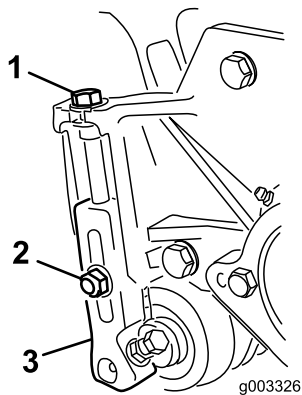

Figura 23
- 1. Allentate i dadi di bloccaggio che fissano i bracci di regolazione dell'altezza di taglio sulle piastre laterali dell'apparato di taglio (Figura 23).